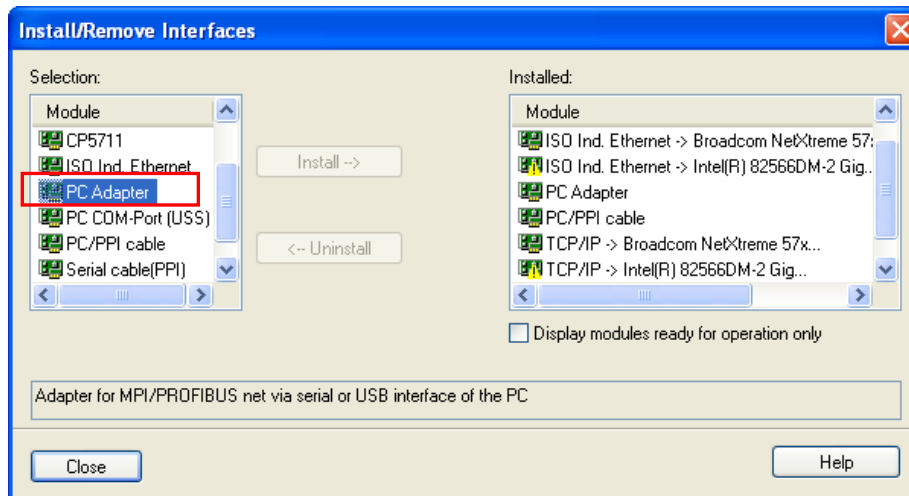

图 16 安装/移除接口
- 在左边模块列表中选择 PC Adapter 模块并安装，然后点击“Close”关闭该窗口，如图 16 所示。